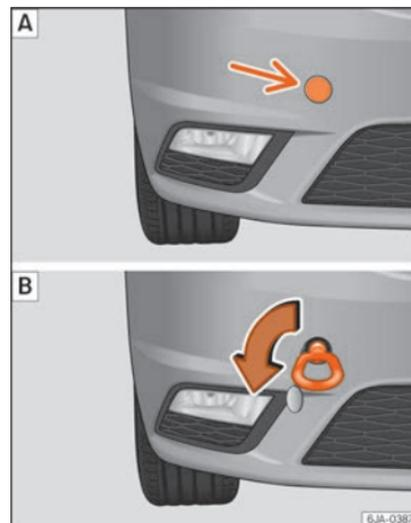

Fig. 66 Paraurti anteriore destro: occhio di traino avvitato.
- Avvitare l'occhiello anteriore nella filettatura »» **fig. 66** e serrarlo con la chiave per le ruote.